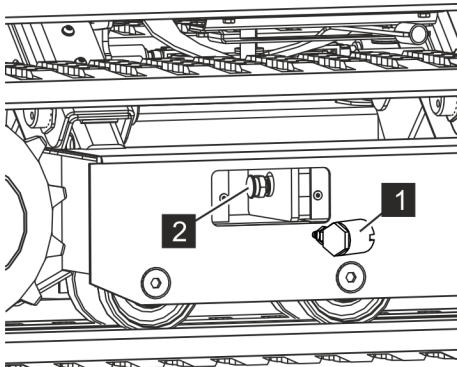

Abb. 216: Schiebekupplung abziehen
8. Schiebekupplung (Abb. 216/1) um 180° gegen den Uhrzeigersinn zurückdrehen und vom Fettspannzylinder (Abb. 216/2) abziehen.